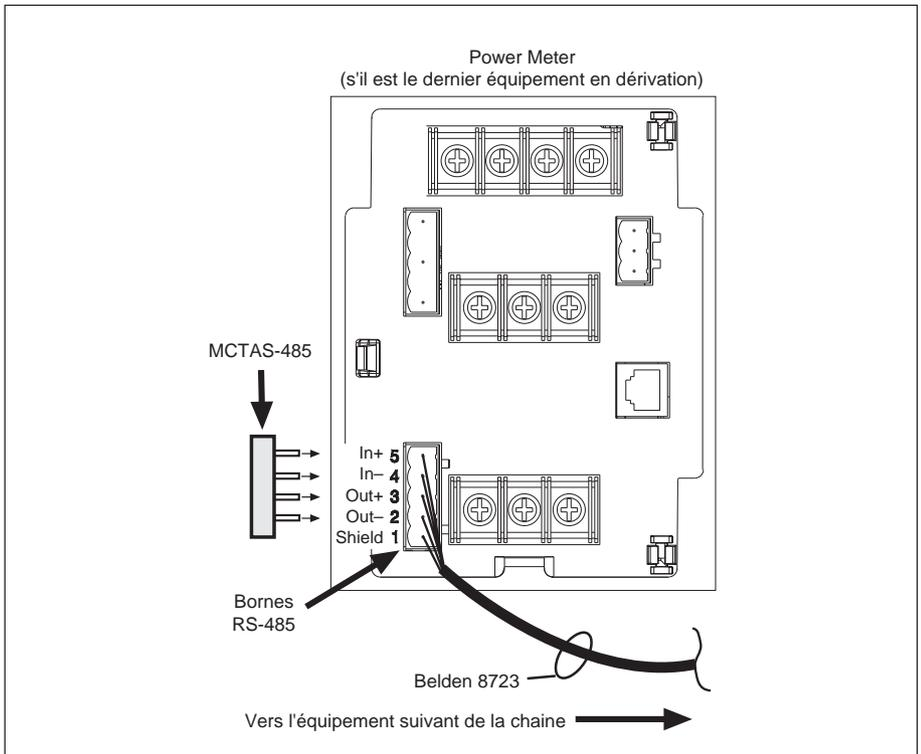

Figure 6-7 : Power Meter équipé d'un adaptateur de fin de ligne MCTAS-485
8. Connecter au bornier l'extrémité du câble ayant les cosses ouvertes. Voir l'identification des bornes à la figure 6-7, page 45. Serrer toutes les vis du bornier à un couple entre 0,68 et 1 N•m (6-9 lb-po).
- MCTAS-485. Cette adaptateur se branche directement dans le port de communication du Power Meter (bornes RS-485 de la figure 6-7).